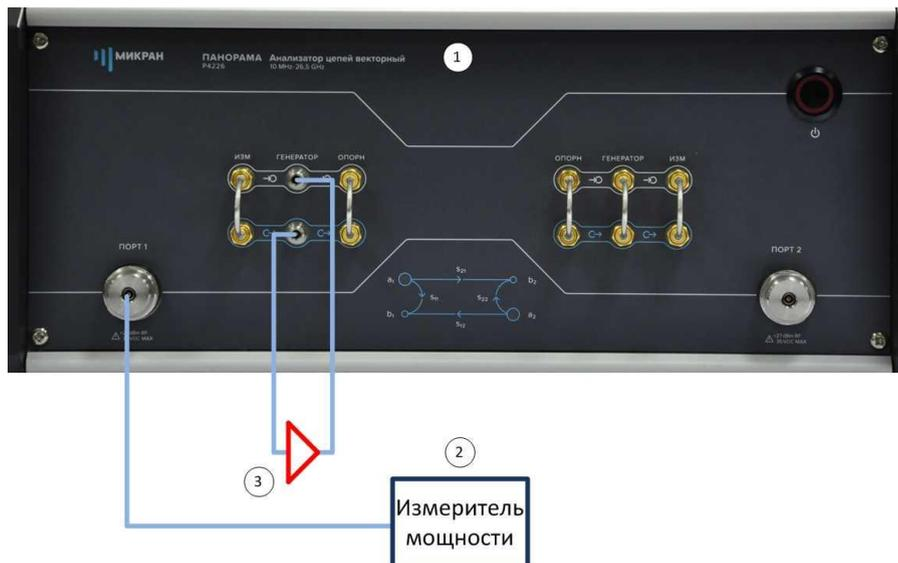

Рис. 6. Схема для калибровки выходной мощности ВАЦ:
- Собрать схему для проведения калибровки выходной мощности (рис. 6). В качестве эталонного измерителя мощности используем «PLS26» производства компании «Микран».